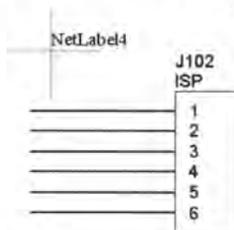

图 3-83 开始放置网络标签
- [1] 执行【Place】/【Net Labels】命令，或者单击【Wiring】工具栏中的放置网络标签图标，光标变为“十”字形状，并附有一个初始标号“Net Label1”，如图 3-83 所示。